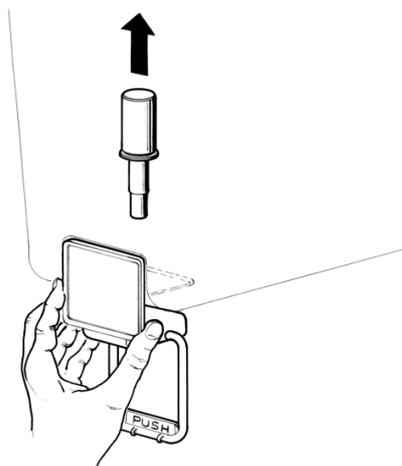

figura 4
**6 Grifo en acero inox por gravedad:** Sacar el pistón y desmontar la palanca mando grifo (ver figura 4).